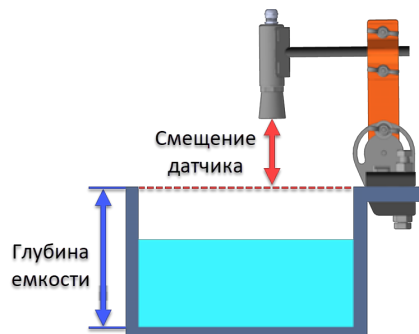

Рисунок 305. Схема установки ультразвукового датчика уровня над емкостью
- Датчики, измеряющие уровень жидкости от верхнего края ёмкости (Рис. 305). Такие датчики устанавливаются выше максимального уровня жидкости и требуют ввода следующих параметров: